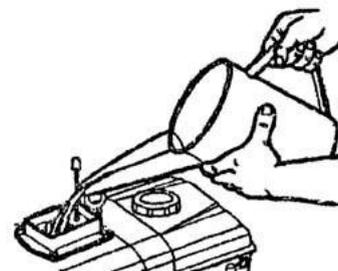

рис.2
5. При помощи воронки наполните бачок охлаждающей жидкостью до уровня всплывающего поплавка (рис. 2). При этом необходимо закрыть сливной вентиль. В качестве охлаждающей жидкости рекомендуется использовать специальную охлаждающую жидкость (антифриз)